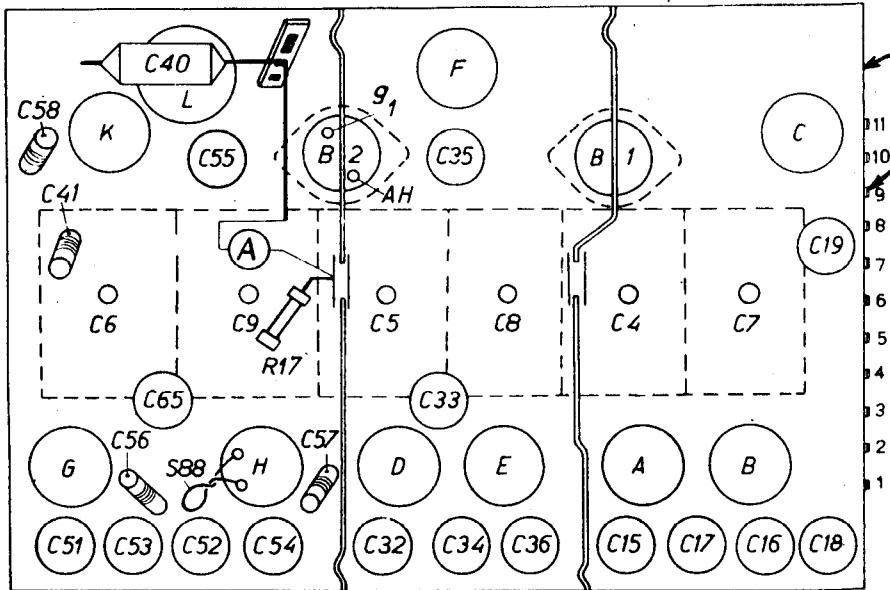

Fig.16
- Verbindingsdraad van C40 naar de doorvoertulle boven de buishouder van B2 bij de tulle lossolderen en een mA meter tussenschakelen (zie fig. 16).